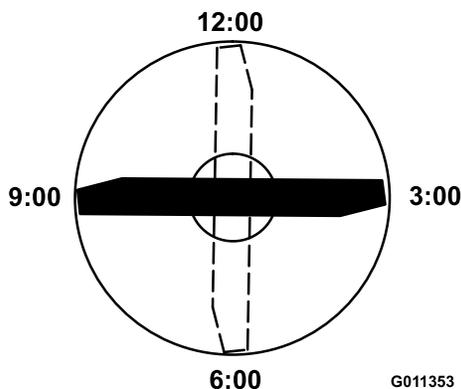

Рисунок 122
5. Поверните отмеченный конец ножа в положения «3 часа» и «9 часов» (Рисунок 122) и измерьте значения высоты.